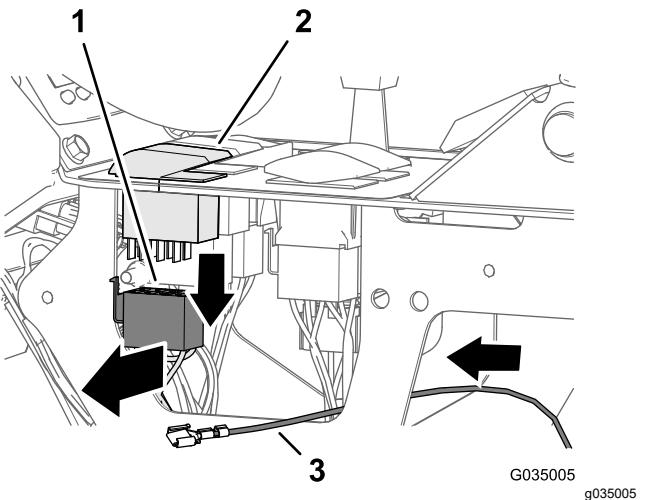

Рисунок 115
- Нажмите на защелку 8-гнездового разъема на переключателе насоса опрыскивателя и отделите разъем от переключателя (Рисунок 115).